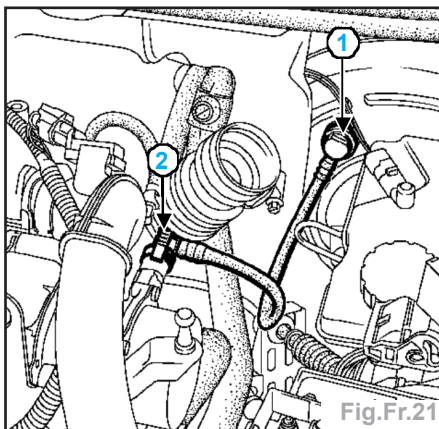

Fig.Fr.21
- Débrancher le tube de dépression côté amplificateur de freinage (1) (Fig.Fr.21).